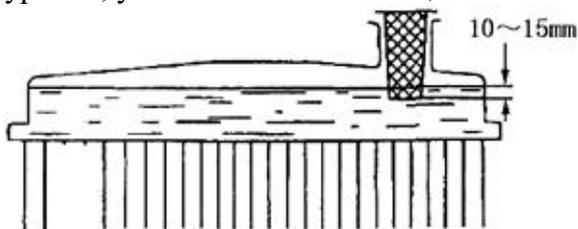

Рис. 6-1
4. Добавить охлаждающую жидкость после остановки работы двигателя. Сначала налить воду так, что уровень воды превышает уровень трубы. Затем запустить двигатель, и пусть он в течение 5 минут работает вхолостую. Если уровень воды низкий, добавить воды до уровня, указанного на Рис. 6-1;